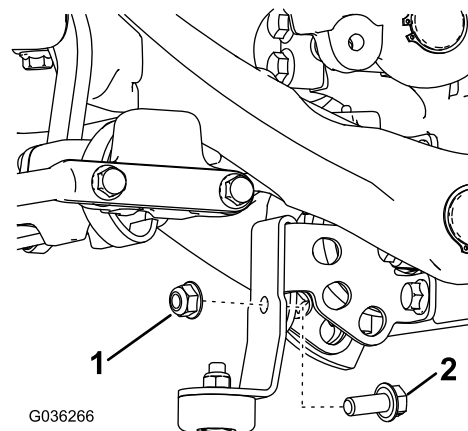

Figure 2
2. Glissez le support de butée sur le support d'équilibrage du bras de suspension et fixez-le avec un boulon (5/16 po) et un écrou à embase (Figure 2).